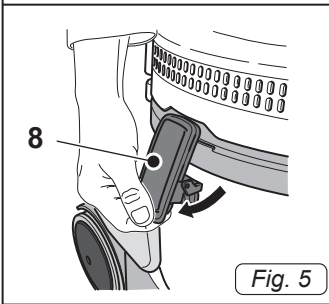
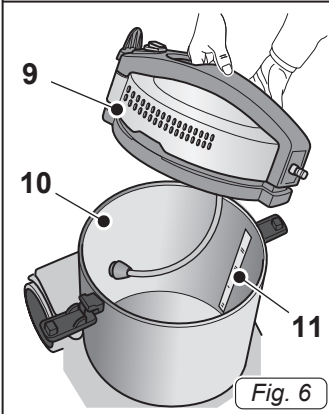

Fig. 5
Fig. 6
- Lösen Sie die Hebel (8 Abb. 5) und den Kopf (9 Abb. 6) entfernen.
- Den Tank (10 Abb. 6) mit einer Desinfektionslösung bis zu angegebenen Tankinhalt auffüllen, wie im Kapitel Technische Daten angegeben.
- Den Deckel (9 Abb. 6) wieder aufsetzen und mit den Hebeln (8 Abb. 5) blockieren.
- Um den Stromkreis und die Elektropumpe nicht zu beschädigen, darf das Gerät nicht mit einer Lösungsmenge verwendet werden, die unter dem durch den Füllstandstab angezeigten Mindestniveau liegt (11 Abb. 6).